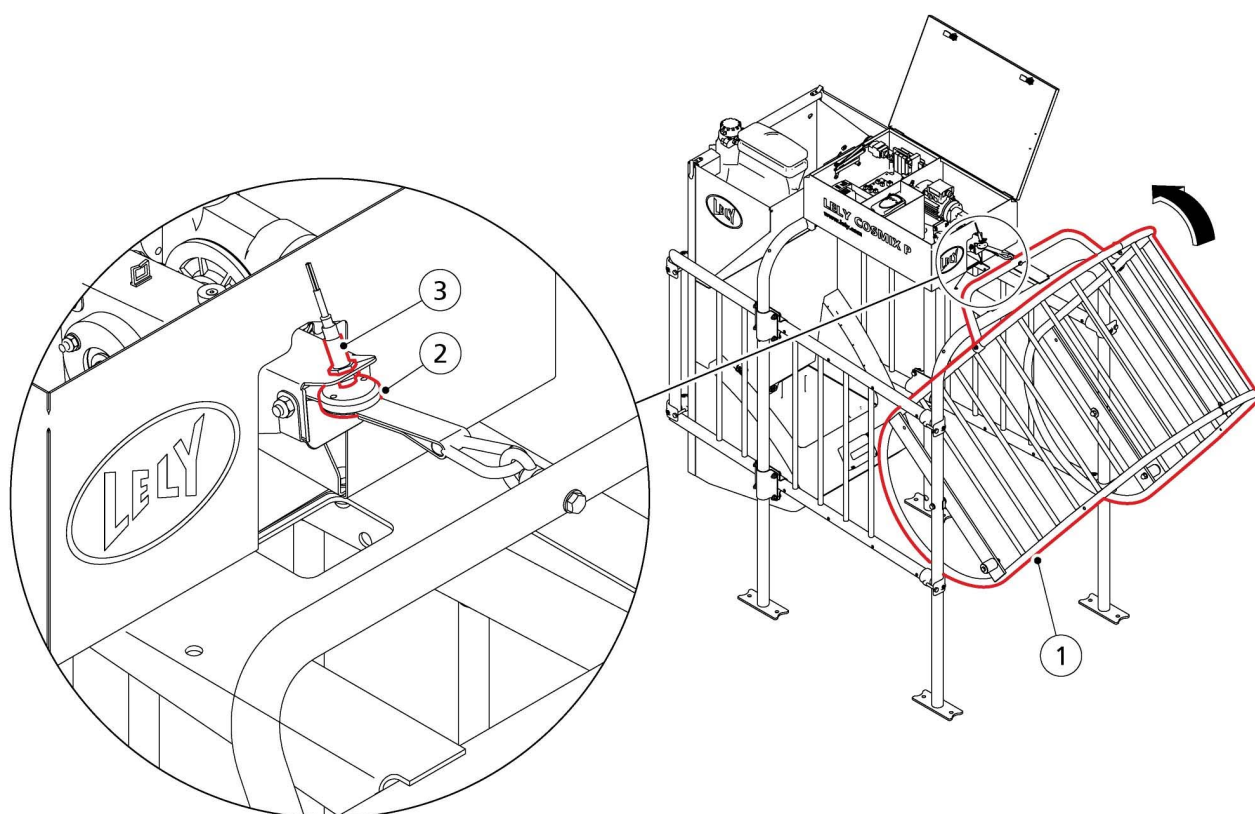

Abbildung 37. Testen des Gurts der M-Box
6. Befestigen Sie den Magneten (2, abb. 37, Seite 5-29) exakt unter dem Höhsensor (3).